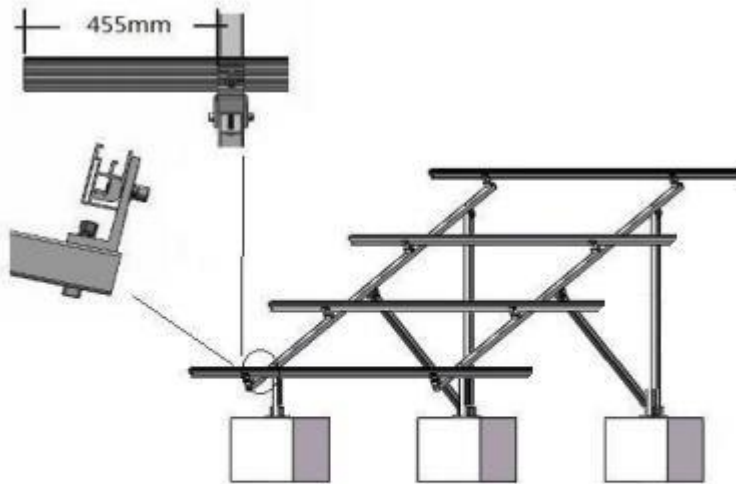

Figura 15
b). Instale el riel con el molde G del EPL-LFG2-03,) en los soportes L como en la **Figura 15**.